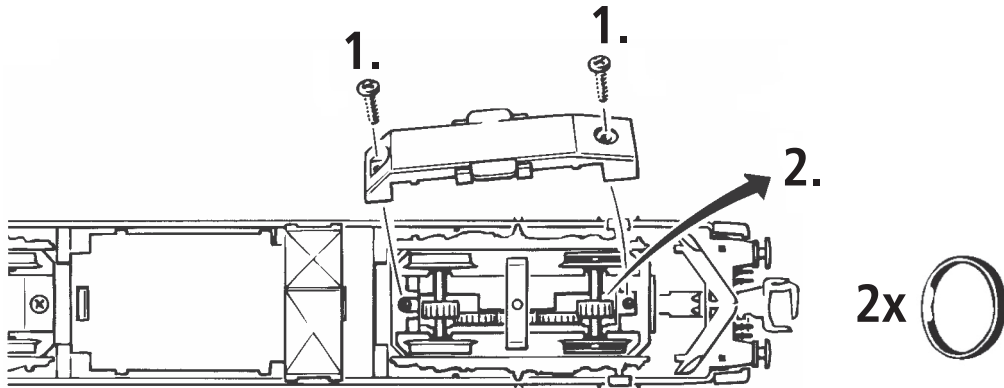

Fig. 7
2. Schmierung: Versehen Sie die im Schmierplan in Fig. 7 gekennzeichneten Stellen mit nur **kleinen Öltropfen**. Dazu zuerst das Lokgehäuse abnehmen (Fig. 3). Wir empfehlen den **ROCO Öler Art.-Nr. 10906**. Fürs Schmieren der Getriebeteile (Zahnräder, Schnecke) empfehlen wir das **ROCO-Spezialfett Art.-Nr. 10905**. Im Falle der Schmierung diese Teile **nicht ölen**.
2. Lubrication: Apply **tiny oil drops** to spots marked in fig. 7. Prior to lubrication dismantle locomotive (fig. 3). We recommend using item no. **10906, Roco oiler**. For lubrication the gearparts (e.g. cogwheels, worm) we should recommend our Roco **special grease** (item no. **10905**).
2. Graissage: N'appliquez **qu'une tout petite goutte** aux endroits indiqués par le plan de graissage (fig. 7) après avoir démonté la caisse de la locomotive (fig. 3). Nous vous recommandons **le graisseur à huile Roco réf. 10906**. Pour graisser les engrenages (roues dentées, vis sans fin) nous vous conseillons la **graisse spéciale Roco réf. 10905** pour engrenages en matières synthétiques. Lorsque vous utilisez cette graisse il faut éviter d'huiler ces composants.